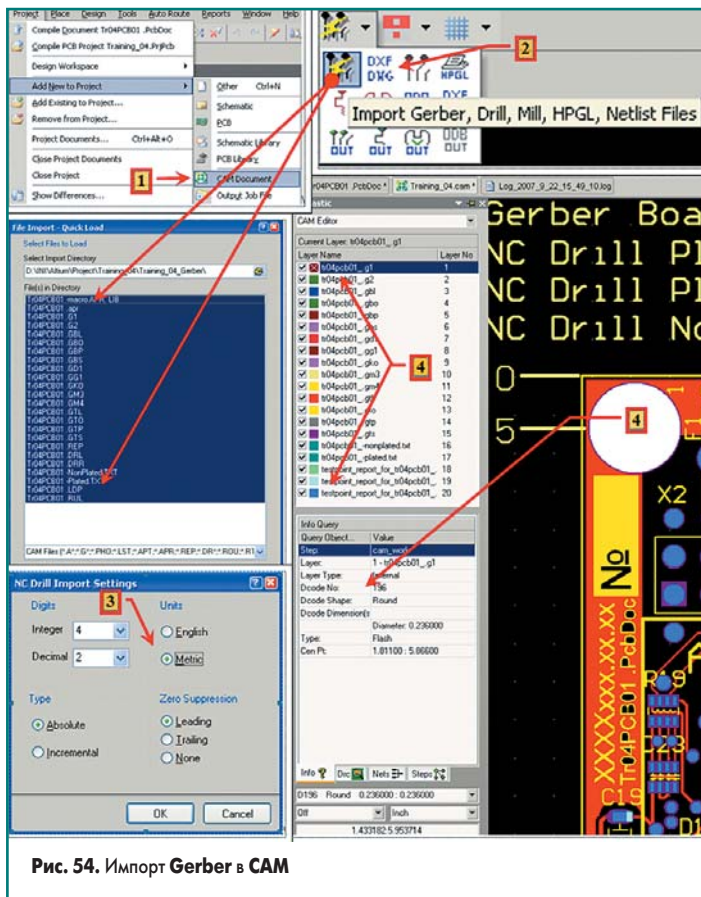

Рис. 54. Импорт Gerber в CAM
Рекомендую обязательно посмотреть конечный результат создания Gerber- и Drill-файлов. Для этого произведем следующие действия (рис. 54):
- На панели **CAMtastic** можно установить или снять флаг отображения любого из импортированных Gerber, а также уточнить свойства выделенного элемента топологии. В частности, на рис. 54 выделен PAD крепежного отверстия (что отмечено белым цветом) и показаны его свойства для данного слоя (**Gerber**).